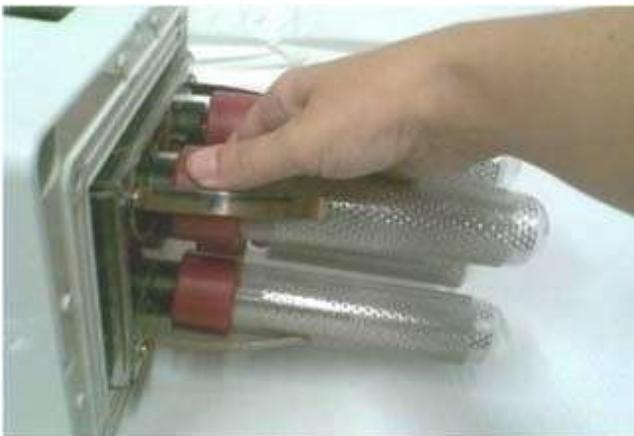
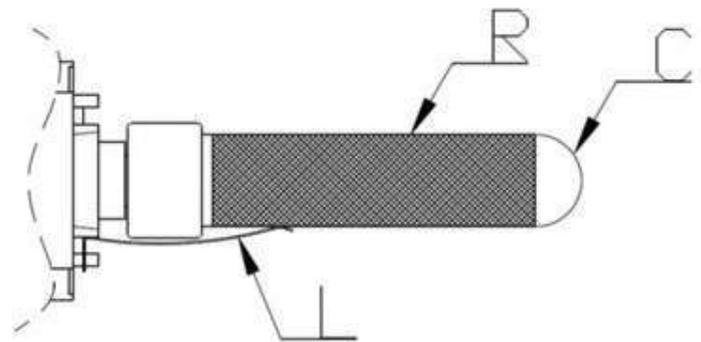

Fig.56
Fig.57
- 4) Svitare delicatamente il condensatore al quarzo (C Fig. 57) agendo sulla bussola in plastica rossa alla base del condensatore (Fig. 56).
- 5) Sfilare la rete (R Fig. 57) esterna al tubo: se l'operazione risulta difficoltosa, ruotare leggermente la rete attorno al condensatore al quarzo.
- 4) Gently unscrew the quartz condenser (C Fig. 57) using the red plastic bushing at the base of the condenser (Fig. 56).
- 5) Remove the mesh (R Fig. 57) from the outside of the tube. If the operation is difficult, lightly rotate the mesh around the quartz condenser.
10) Riposizionare la rete metallica sul condensatore sovrapponendola alla griglia interna e controllare che la linguetta (L Fig. 57) sia a contatto con la stessa e la prema contro il vetro al quarzo del condensatore (C).
10) Reset the metal mesh on the condenser overlapping the inner grill and check the tab (L Fig. 57) is in contact with the metal net and push it against the glass of the capacitor (C).